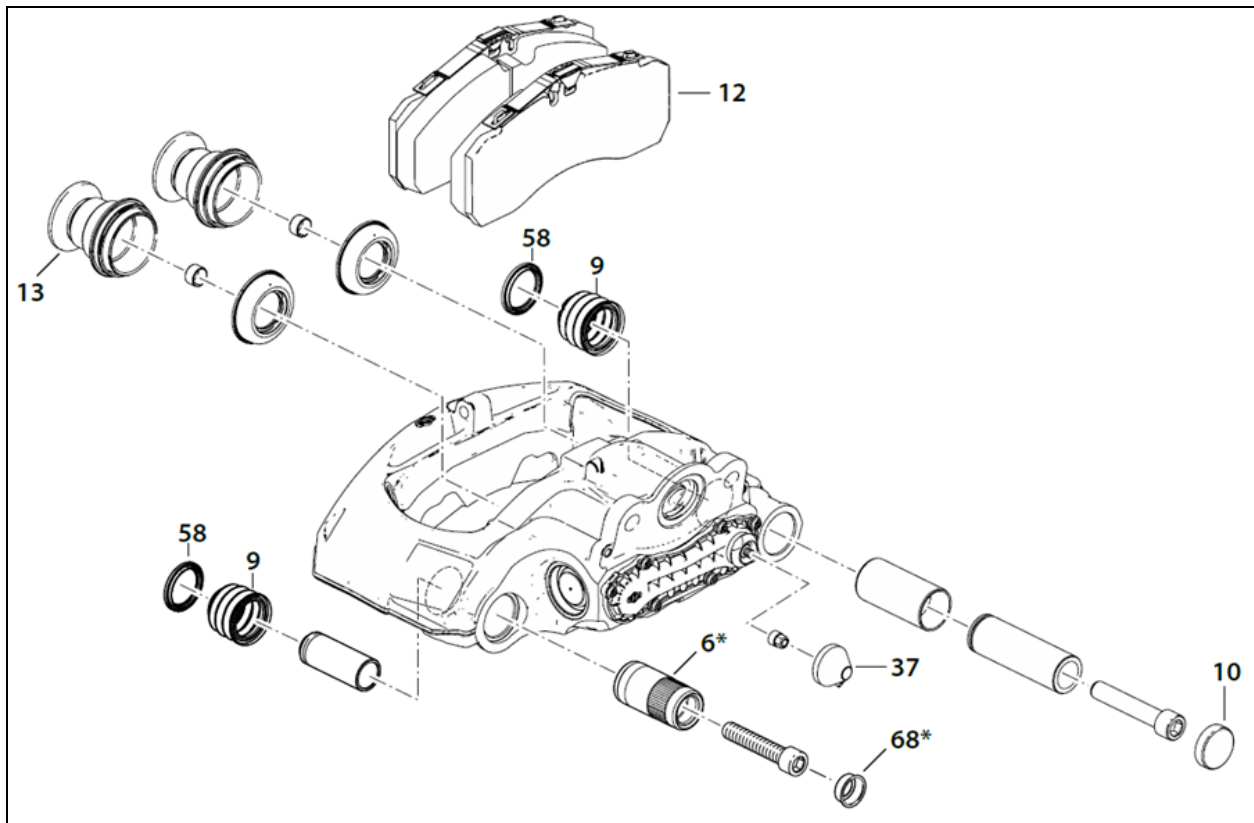

FIGURE 17: IDENTIFICATION DES POINTS D' INSPECTION
3. Contrôle de l'état du capuchon de la vis de réglage (item 37).
4. Contrôle de l'état des éléments d'étanchéité (items 9, 58) (voir 18.2.10 & 18.2.11).
5. Contrôle de l'appui de l'étrier au niveau de la bague de caoutchouc/douille de guidage (item 6) (voir 18.2.8 étape 2).
7. Contrôle des capuchons (item 10 et item 68).
À chaque remplacement de plaquette, vérifier si l'étrier coulisse librement sur toute sa plage de déplacement. Si l'étrier présente les signes suivants, remplacer le manchon de guidage (6c, Figure 17), la goupille de guidage (items 4 & 5), la vis (39 & 40) et le capuchon (items 10 & 68).